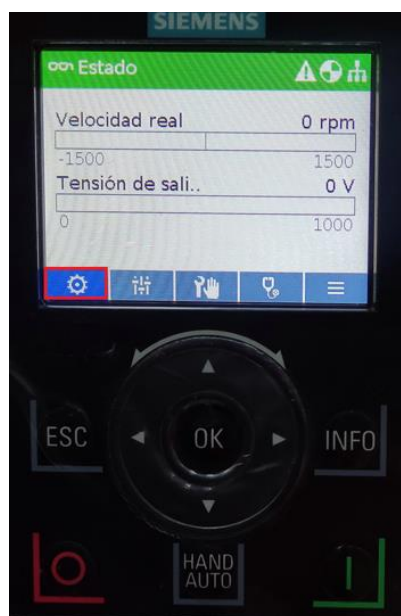

Figura 8. Ventana principal IOP-2
- En la ventana principal del IOP-2, seleccionamos el icono **“Instalación”** (ver Figura 8), en la